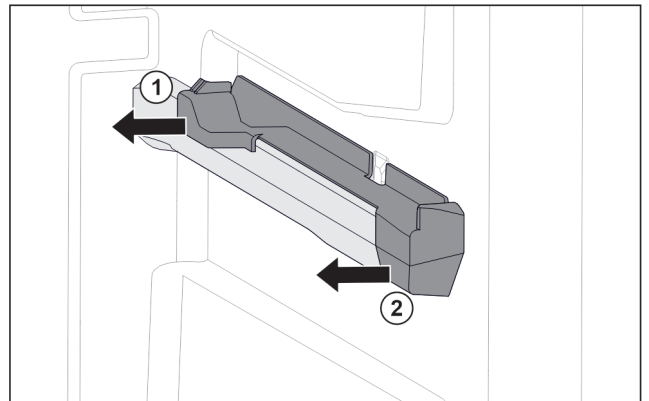

Fig. 43 Násuvný diel na pravom rebre nádoby
- ▶ Stiahnite násuvný diel vzadu do strany. Fig. 43 (1)
- ▶ Stiahnite násuvný diel vpredu do strany. Fig. 43 (2)